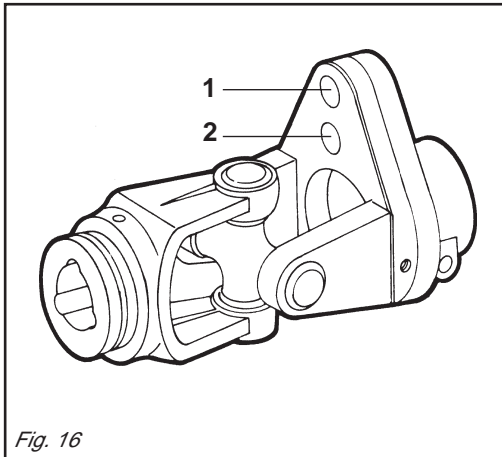

Fig. 16
Se tale bullone è inserito nel foro (2 Fig. 16) e si trancia ripetutamente, è consigliabile montarlo nel foro (1 Fig. 16).
*If the bolt, inserted in hole (2 Fig. 16), shears repeatedly, then we recommend inserting it in the hole (1 Fig. 16).*
Wenn sich bei besonders widerstandskräftigen Hindernissen diese Mutter-schraube durchtrennt, muß sie durch eine neue gleicher Maße und gleichen Materials ersetzt werden. Wenn diese Mutter-schraube in Öffnung (2 Fig. 16) eingefügt ist und sich wiederholt durchtrennt, raten wir sie in Öffnung (1 Fig. 16) zu montieren.
*Le limiteur engagé dans le joint de cardan, est équipé d'un boulon de sécurité pour un effort moyen. Si en présence d'obstacles particulièrement résistants ce boulon se casse, le remplacer par un boulon neuf aux mêmes dimensions et matériau. Si ce boulon est introduit dans le trou (2 Fig. 16) et se casse maintes fois, on conseille de le monter dans le trou (1 Fig. 16).*
Si, debido a obstáculos sobremanera resistentes, se tronchara el perno, hace falta que se substituya con otro nuevo que tenga dimensiones y materiales iguales. Si el perno está introducido en el agujero (2 Fig. 16) y se tronchara muchas veces, se aconseja montarlo en el agujero (1 Fig. 16).